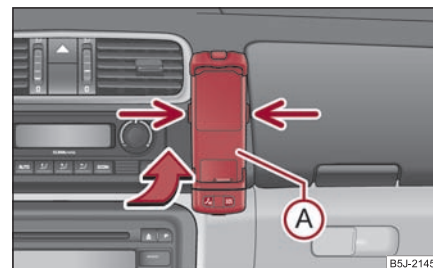

Fig. 133 Adaptare universală pentru telefon
- Împingeți mai întâi adaptorul (A) în sensul săgeții ⇒ fig. 133 în suport. Apăsați ușor adaptorul pentru a vedea dacă s-a fixat.
- Așezați telefonul în adaptorul (A) (conform instrucțiunilor producătorului).
- Apăsați simultan elementele de blocare laterale ale suportului și scoateți telefonul cu adaptorul ⇒ fig. 133.